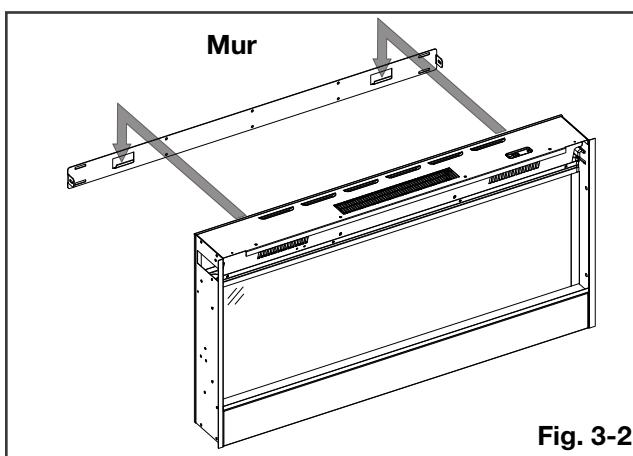

Fig. 3-2
- F. Avec le support de montage installé, demandez à deux personnes de soulever l'appareil et insérez les deux crochets sur le support dans les deux fentes à l'arrière de l'appareil (**Fig. 3-2**).